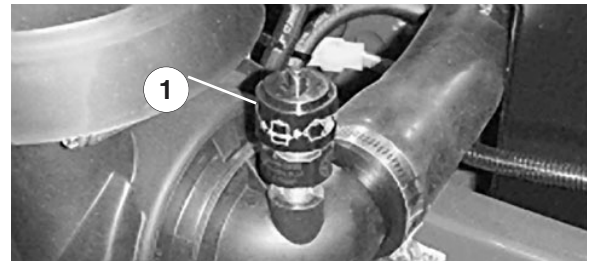

Figure 22
2. Faites l'entretien des filtres à air quand l'indicateur de colmatage (Fig. 22) est rouge ou toutes les 400 heures (plus souvent s'il y a beaucoup de poussière ou de saleté). N'effectuez pas l'entretien du filtre à air plus souvent.
7. Réarmez l'indicateur de colmatage (Fig. 22) s'il est rouge.